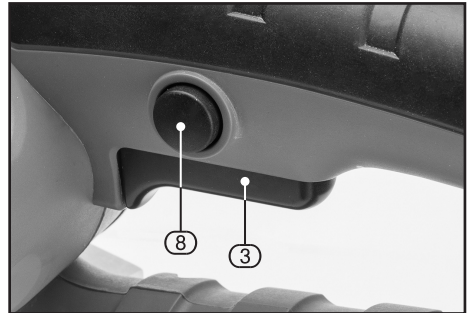

FIG.11
9.2 TRIGGER SWITCH – FIG.11 – 12